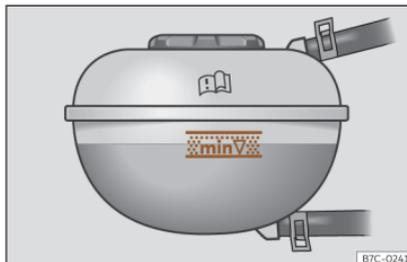

Fig. 199 Nel vano motore: segno nel serbatoio di compensazione del liquido di raffreddamento.
- Controllare il livello del liquido di raffreddamento nell'apposito serbatoio di compensazione. Con il motore a freddo, il livello del liquido di raffreddamento deve rimanere tra le tacche»» **fig. 199**. A motore caldo può anche trovarsi leggermente al di sopra della tacca superiore.